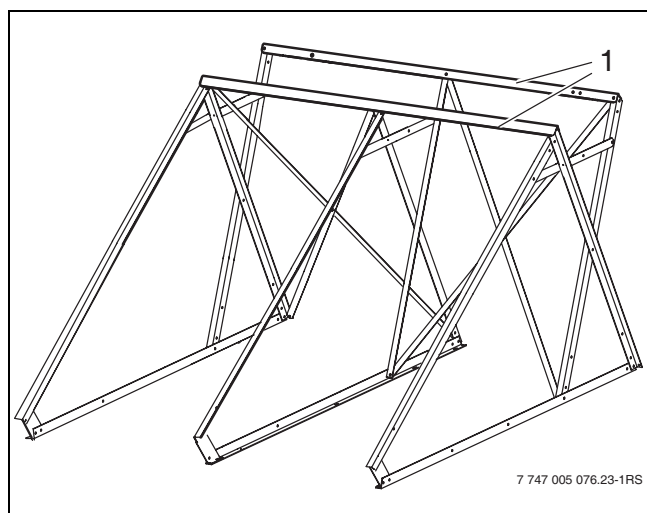

Fig. 22 Fixer l'équerre d'appui-ballon
- ▶ Visser l'équerre d'appui-ballon (→ fig. 22, [1]) d'abord seulement à droite et à gauche à la croix formée par les contre-lattes et aux rails de support-ballon.